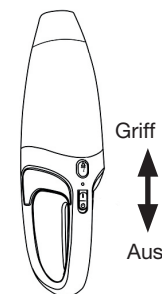

Abbildung 5
3. Um den Staubsauger einzuschalten, stellen Sie den "Ein/Aus"-Schalter auf Position "I" (Ein) (Abb. 5).
5. Stellen Sie den Ein/Aus-Schalter am Ende des Gebrauchs auf die Position "0"(Aus) und setzen Sie den Staubsauger dann wieder auf seinen Ladesockel, um den Akku für den nächsten Gebrauch aufzuladen (Abb. 5 des folgenden Abschnitts).